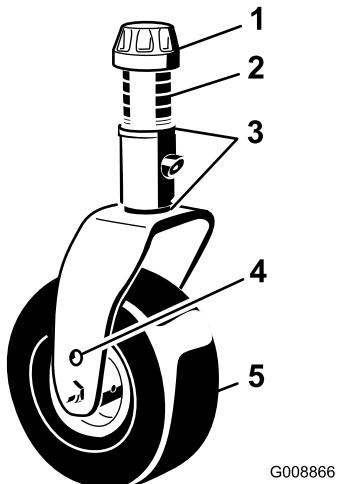

Figure 15
3. Enlevez le chapeau de tension de l'axe de pivot (Figure 15) et sortez l'axe du bras pivotant. Replacez les 2 cales sur l'axe de pivot dans leur position d'origine. Elles sont requises pour que les plateaux de coupe soient parfaitement de niveau sur toute la largeur. Placez le nombre requis d'entretoises de 13 mm (voir le tableau ci-dessous) sur l'axe de pivot pour obtenir la hauteur de coupe voulue, puis ajoutez la rondelle.